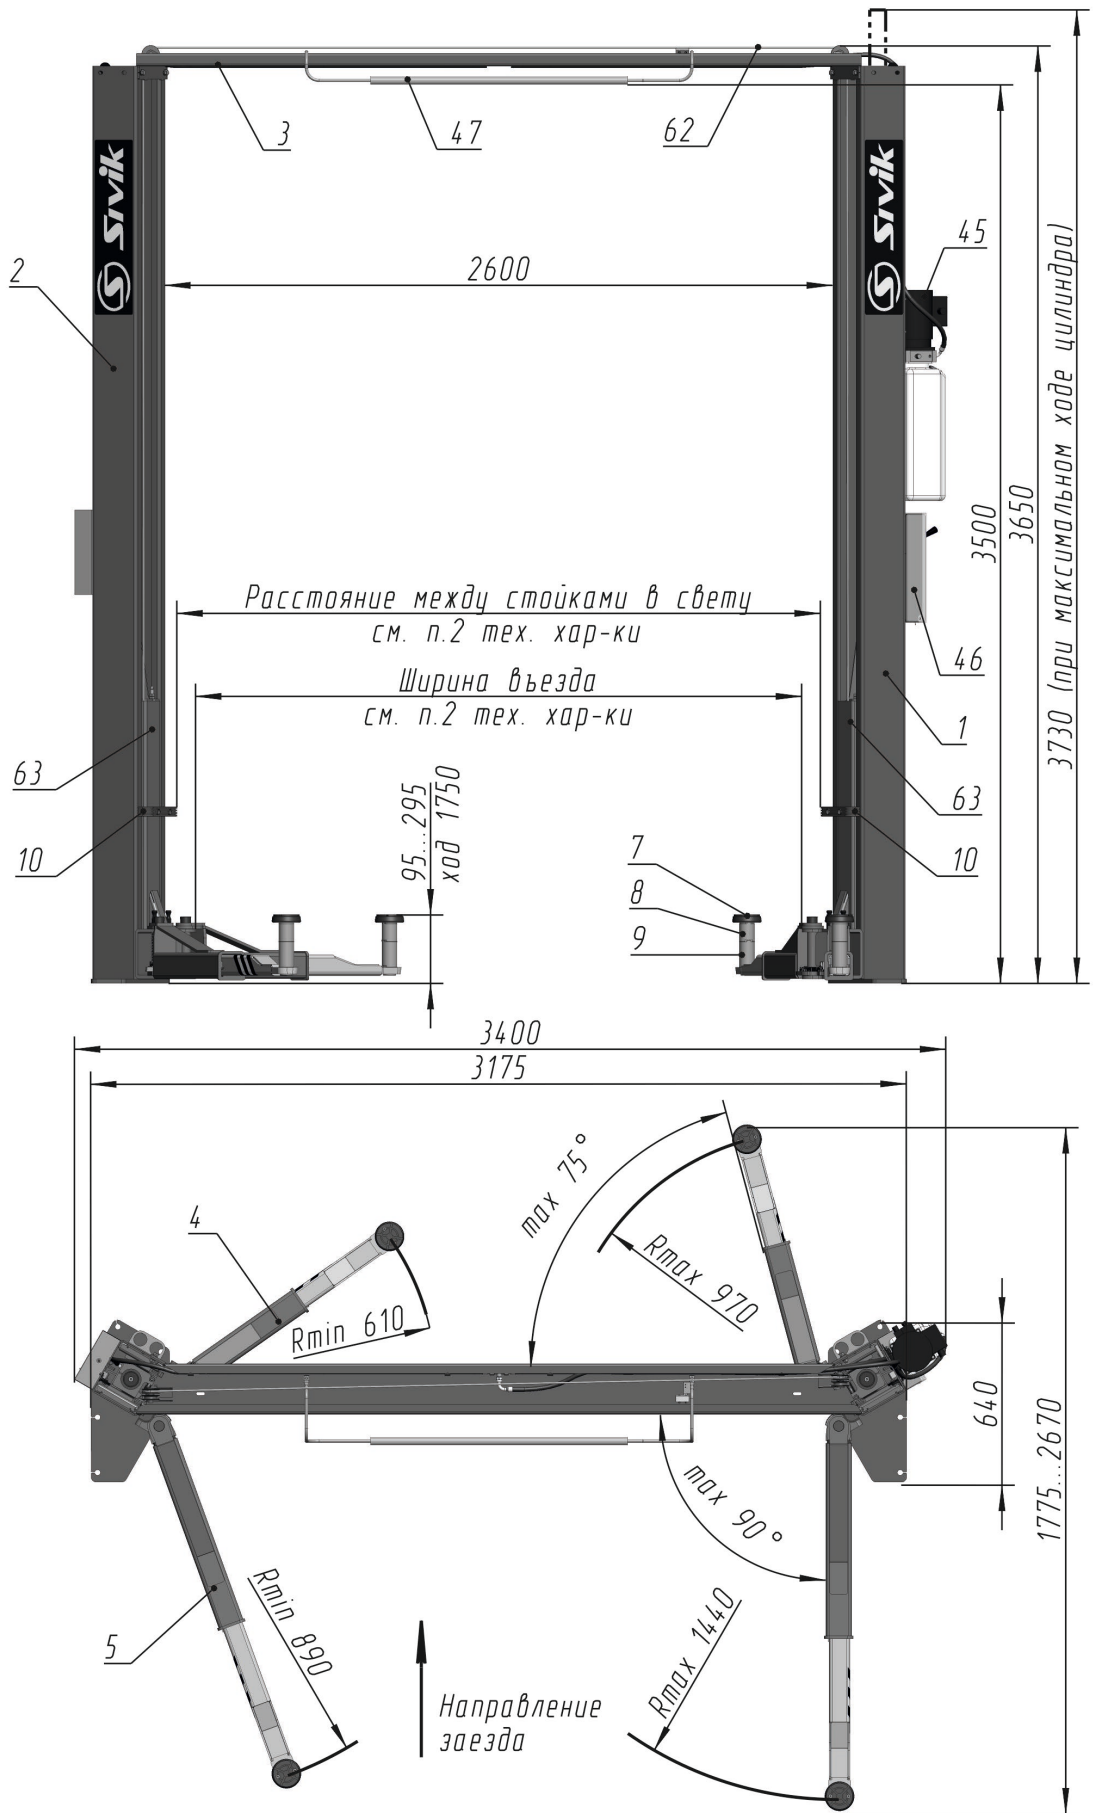
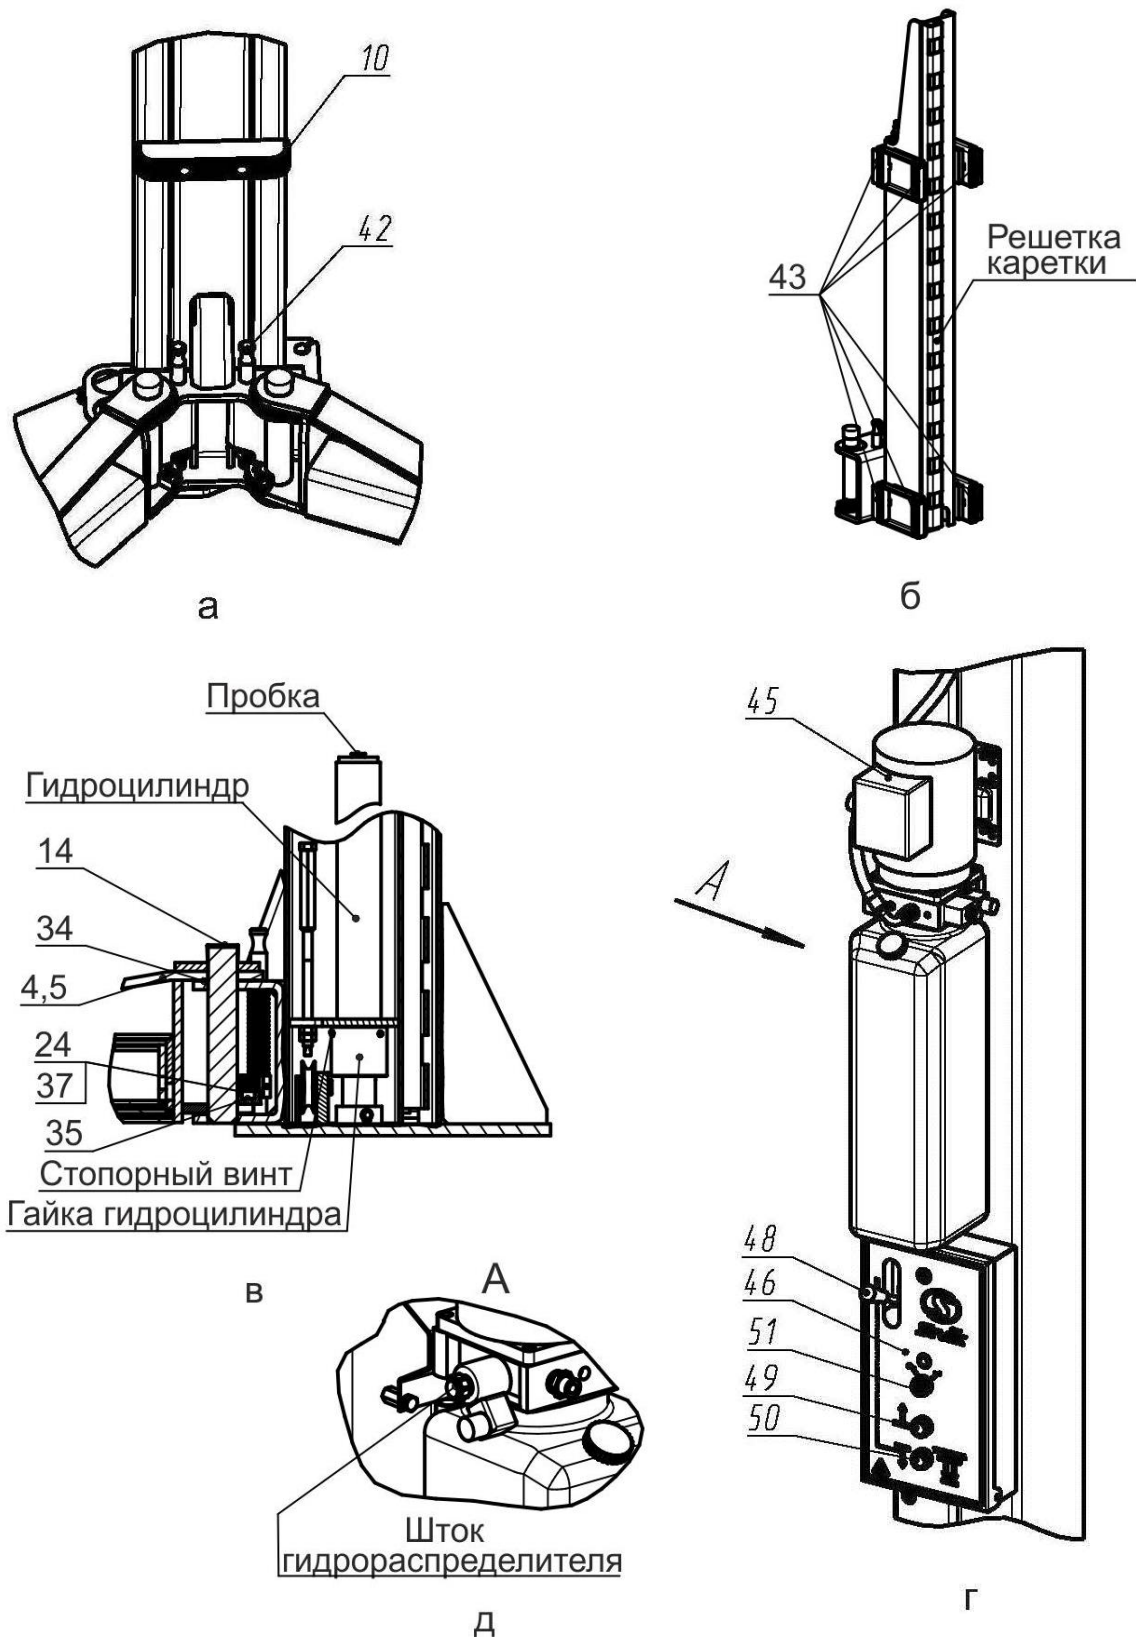

Рисунок 3.1 - Общий вид подъемника
Рисунок 4.1 – Виды подъемника
Подъемник (рисунок 3.1) состоит из двух стоек коробчатого сечения - правой 1 и левой 2, соединенных между собой перекладиной 3. В стойках размещены каретки 63 с закрепленными на них поворотными телескопическими подхватами 4 и 5 разной длины. На концах подхватов 4, 5 установлены опоры 7, подставки опоры 8, 9. Подхваты фиксируются стопорными устройствами 42 (рисунок 4.1 а), автоматически срабатывающими при подъеме автомобиля. При опускании кареток 63 в крайнее нижнее положение происходит автоматическое расстопорение подхватов 4 и 5. Каретки 63 приводятся в движение гидравлическими цилиндрами, установленными внутри стоек. Подъемник снабжен системой 62 тросовой синхронизации движения кареток 63.
Каждая каретка 63 (рисунок 4.1 б) снабжена полиамидными ползунами 43, скользящими по беговым дорожкам стоек 1 и 2. Каретки фиксируются на требуемой высоте стопорами-защелками 44 (рисунок 3.1), закрепленными на стойках 1,2 и входящими в зацепление с решетками на каретках 63.
На правой стойке (рисунок 4.1 г) размещена насосная станция 45 с пультом управления 46. Внутри насосной станции 45 находится клапан предохранительный, предотвращающий перегрузку в гидросистеме. Клапан предохранительный настроен на заданное давление и опломбирован.
- касании автомобилем ограничительной дуги 47 перекладины 3 (рисунок 3.1);
Для предотвращения повреждения дверей автомобиля (при открывании) на каретки 63 установлены накладки 10, фиксируемые винтами М8х30, шайбами 8Г и шайбами 8 (рисунок 3.1 и рисунок 4.1 а).
Управление подъемником осуществляется рычагом 48 (рисунок 4.1 г) и двумя кнопками 49 и 50, установленными в пульте управления 46. Рычагом 48 осуществляется расстопорения кареток 63, а кнопками 49 и 50, подъем (кнопка 49) и опускание (кнопка 50) кареток 63.
**ВНИМАНИЕ!** Перед сборкой проверить затяжку гаек гидроцилиндров и стопорных винтов (рисунок 4.1 в).
Для того чтобы проверить срабатывание упругой тяги 55, необходимо одному человеку прижать рукой защелку 44 к стойке 2, а другому повернуть рычаг 48 (рисунок 4.1 г) на себя. Упругая тяга 55 должна вытянуться на полный ход штока.
При повороте рычага 48 (рисунок 4.1 г) защелки на левой и правой стойки должны срабатывать одновременно. При отпуске рычага 48, защелки на левой и правой стойке должны вернуться в исходное положение. Регулировка проводится выборкой слабины тросика 52 и обжатием петли от вытягивания зажимом 13.
6.9 Открутить пробку бака насосной станции 45 и залить масло (около 12 л) до верхней метки «МАХ» (рисунок 4.1 г). Уровень масла контролировать визуально. Установить пробку бака на место.
- кратковременным нажатием на кнопку 49 (двигатель должен работать, вращение крыльчатки по стрелке на кожухе эл. двигателя, а из бака должно убывать масло, рисунок 4.1 г).
- отвернуть пробки у каждого гидроцилиндра на один оборот (рисунок 4.1в)